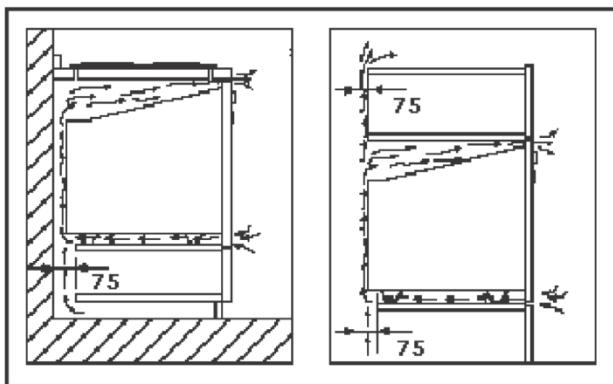

Рис. 3
**4.2.5.** Заднюю панель шкафчика следует удалить для обеспечения свободной циркуляции воздуха. Панель, куда крепится духовка, должна иметь зазор в задней части как минимум 75 мм. (Рис. 3)